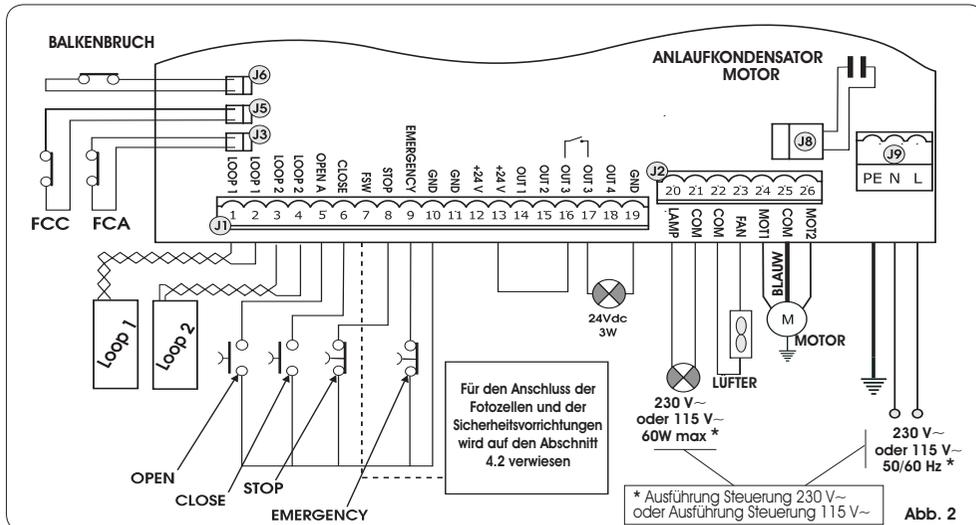

Abb. 2
- Das Erdungskabel an die entsprechende Klemme an den Steckverbinder J9 des Steuergeräts anschließen (siehe Abb. 2).
4.1. KLEMMENLEISTE J1 – ZUBEHÖR (ABB. 2)
! Damit der einwandfreie Betrieb des Systems nicht beeinträchtigt wird, die in der Abb. 2 angegebene Leistung nicht überschreiten.
4.4. KLEMMENLEISTE J2 – MOTOR, BLINKLEUCHE UND LÜFTER (ABB. 2)
4.5. ANSCHLUSS J8 – KONDENSATOR MOTOR (ABB. 2)
4.6. KLEMMENLEISTE J9 – VERSORGUNG (ABB. 2)
4.7. STECKVERBINDER J3, J5 – SCHNELLANSCHLUSS ENDSCHALTER BEIM ÖFFNEN UND BEIM SCHLIESSEN (ABB. 2)
4.8. STECKVERBINDER J6 – SENSOR BALKENBRUCH (ABB. 2)